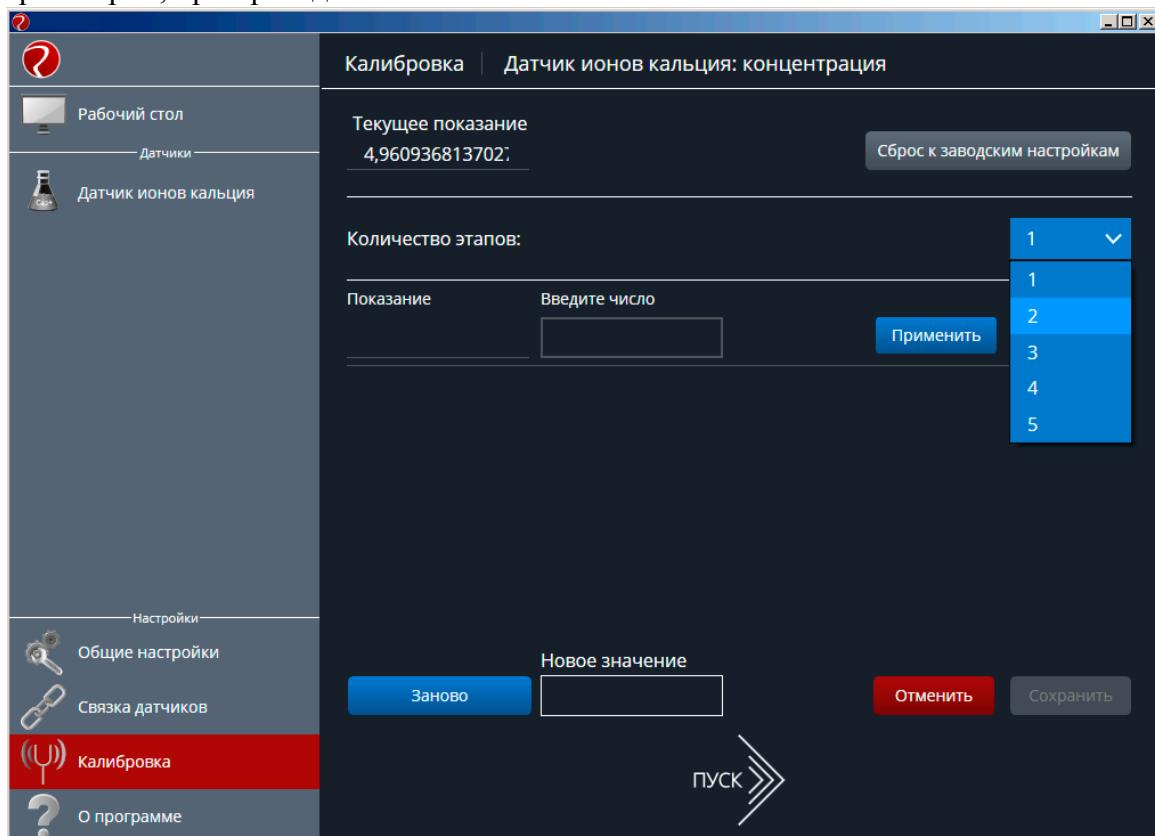

Рисунок 4 – Выбор количества этапов калибровки
- 8) Если пароль введен верно, на экране появится окно калибровки датчика (рис. 4). С помощью выпадающего списка в меню «Количество этапов» необходимо выбрать число калибровочных растворов, на основании которых будет производится калибровка параметров датчика ионов кальция (от 2 до 5). При проведении спланированного эксперимента рекомендуется проводить калибровку датчика по 2 – 3 калибровочным растворам, при проведении химического анализа – по 5.